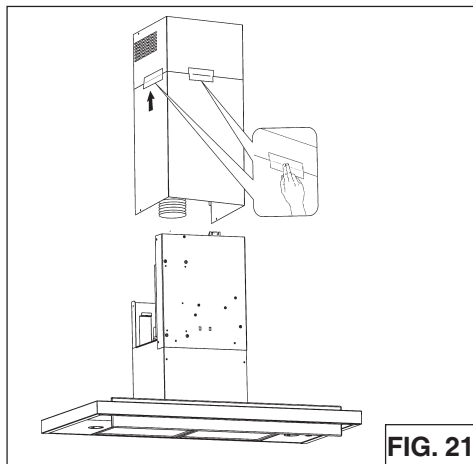

FIG. 21
6. Fixez temporairement les conduits supérieur et inférieur ensemble avec du ruban à conduit, tel qu'illustré (Fig. 21).